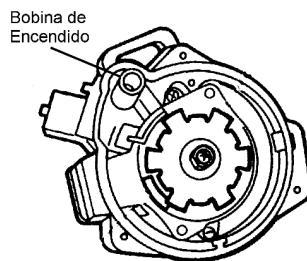

Figura 2.30
- **Tapa de distribución integrada:** es la cabeza de distribuidor que tiene incorporada la bobina de encendido, ya sea directa o indirectamente, este sistema es utilizado en algunas marcas de automóviles como Toyota o Mitsubishi, por ejemplo (figura 2.30).